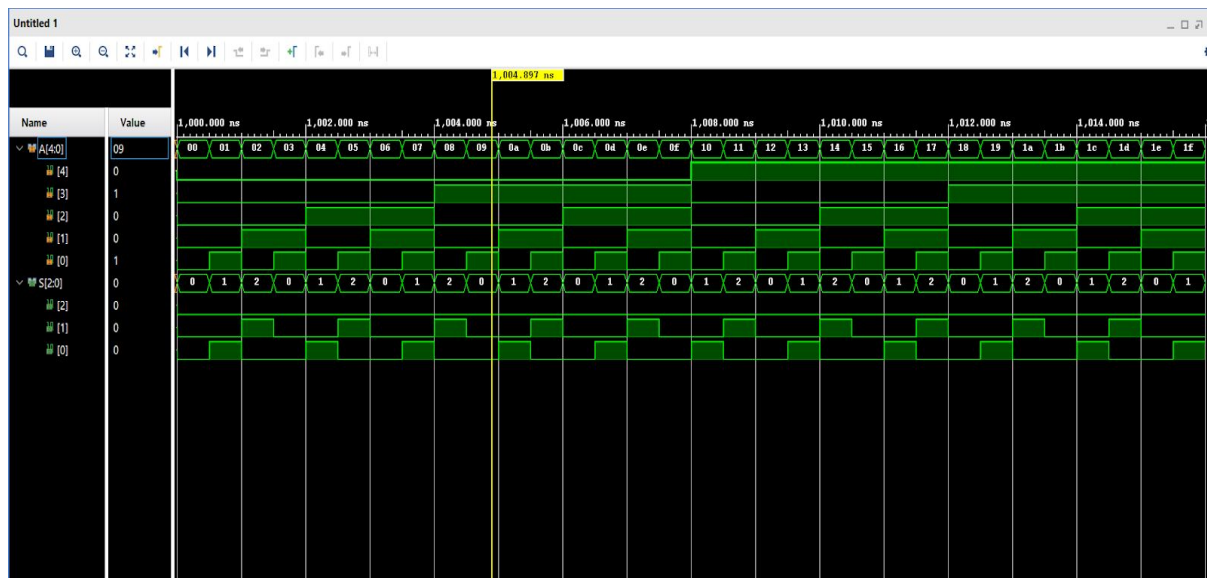

Figure 2.0: Simulation Modulo 3
- A(0) à 1 ns
- A(1) à 2 ns
- A(2) à 4 ns
- A(3) à 8 ns
- A(4) à 16 ns
- La Figure 2.0 valide le fonctionnement du module, et donne un résultat attendu pour chaque entrée